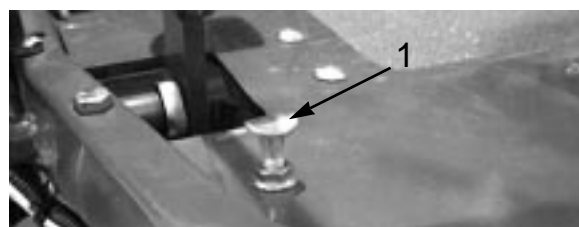

図 53
モードレバーを「移動走行」位置にセットし、ペダルを一杯に踏み込めば最高速度となります。ケーブルに張力が掛かる前にペダルがストップ（図53）に当たる場合には調整が必要です。
1. モードレバーを「移動走行」位置にセットし、ペダルストップを固定しているロックナットをゆるめる（図53）。